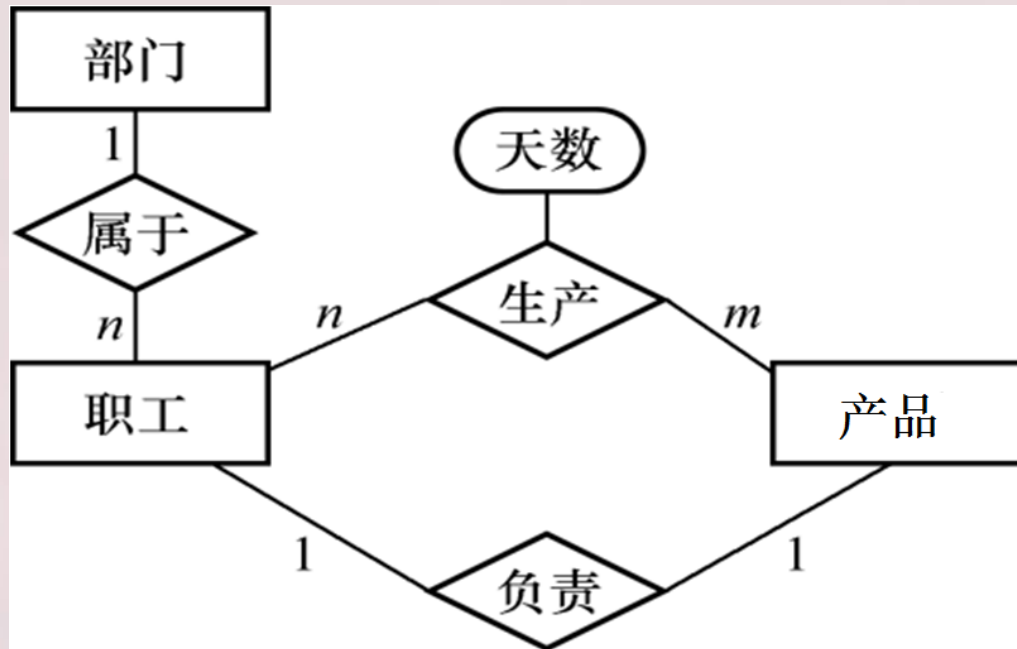

图7.27 劳动人事管理的分E-R图
① 确定分E-R图实体之间的数据依赖。
- 如图7.27中：